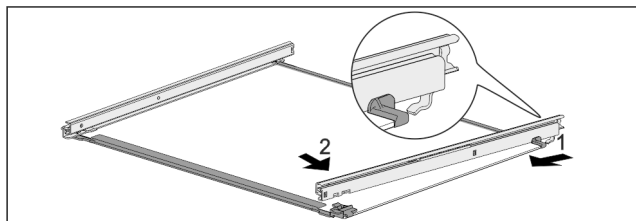

Fig. 85 Стъклена плоча с релси
- ▶ Закачете релсата отзад. *Fig. 85 (1)*
- ▶ Фиксирайте релсата отпред. *Fig. 85 (2)*